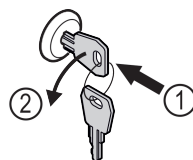

Fig. 171
- ▶ Вставьте ключ. Fig. 171 (1)
- ▶ Поверните ключ на 90° против часовой стрелки. Fig. 171 (2)